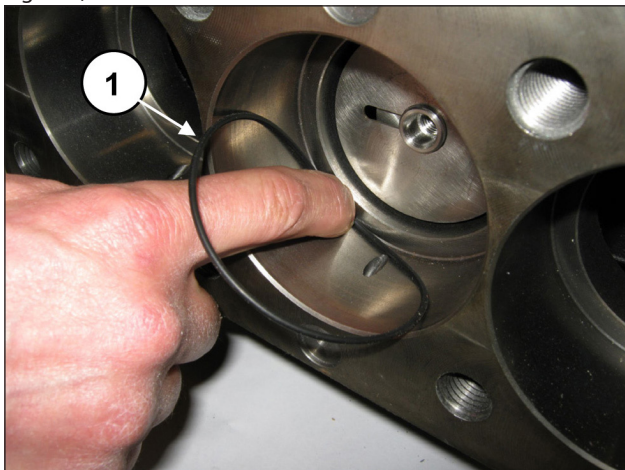

Fig. 154
Dopo avere rimosso le 3 boccole di centraggio testata. Rimuovere l'O-ring di fondo supporto guarnizione (pos. ①, Fig. 154).